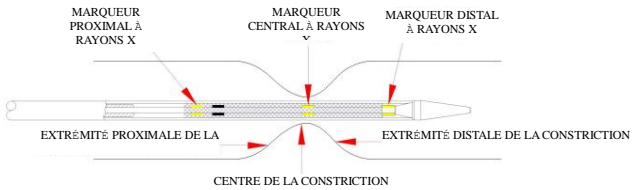

Figure 4
- Vérifiez le positionnement au cours du déploiement de l'endoprothèse (point de non retour au niveau du marqueur central radio-opaque) et continuez à tirer sur le connecteur Y jusqu'à ce que l'endoprothèse soit entièrement déployée. (Voir figure 4, 5)